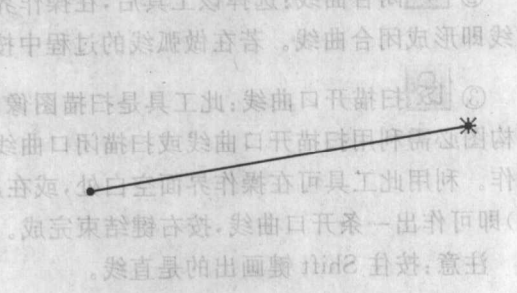

图 2-2-16
② 连接两点: 单击任意所需连接的两点, 即连接成直线(图 2-2-16)。